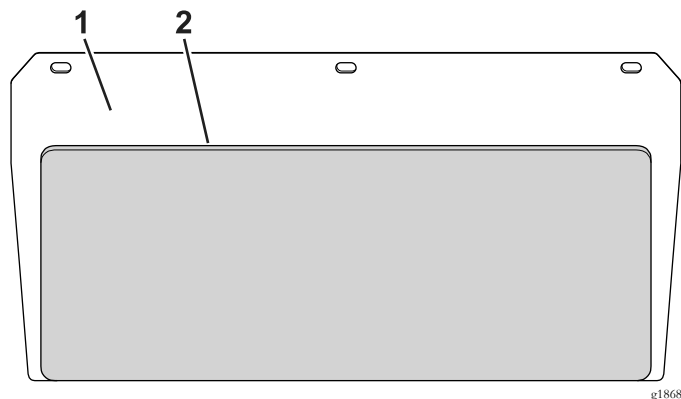

Figura 9
4. Retire el papel protector y aplique el protector del panel trasero, centrado en el lado del motor del panel trasero (Figura 9).